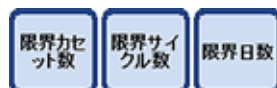

図 138
- ヘッダー行で、変更するパラメータにタッチします。対応する入力画面が表示されます (図 138)。